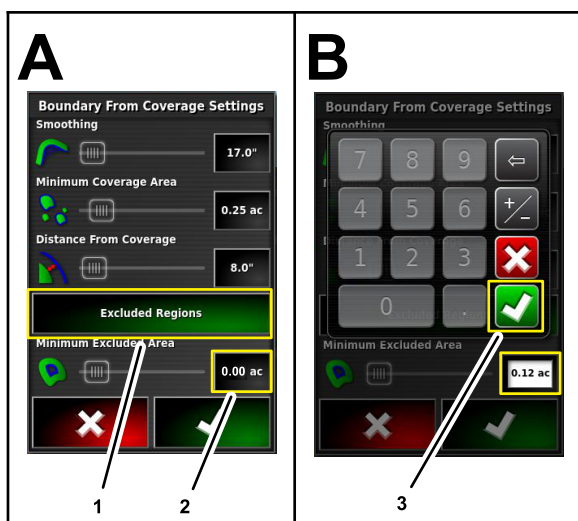

図 54
6. 除外領域アイコン図 54を押して散布されなかったエリアをカバーするための境界線を作成する。
7. 数字アイコンを押して「最小除外エリア」設定を行う図 54。画面上キーボードから数値を入力し、承認アイコンを押す。